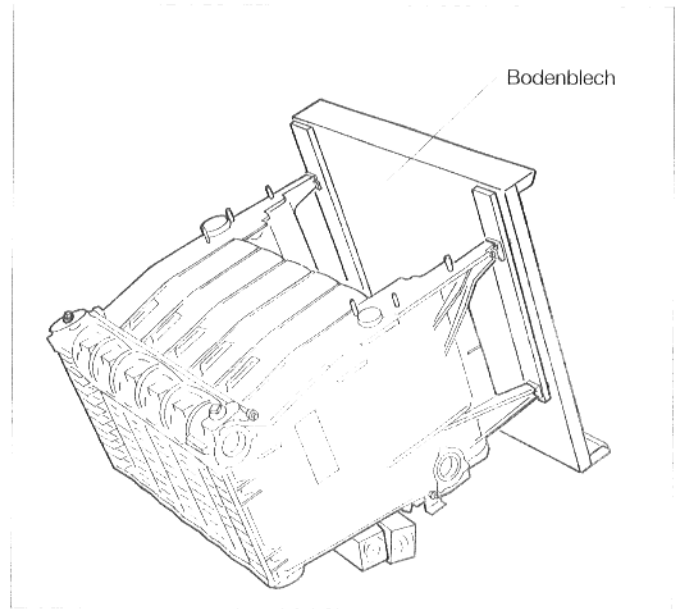

Abb. 12
- Bodenblech mit dem größeren Überstand nach hinten auf die Schrauben aufstecken (Abb. 12).